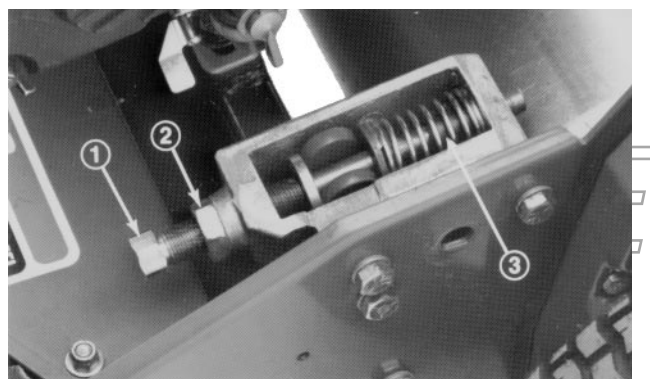
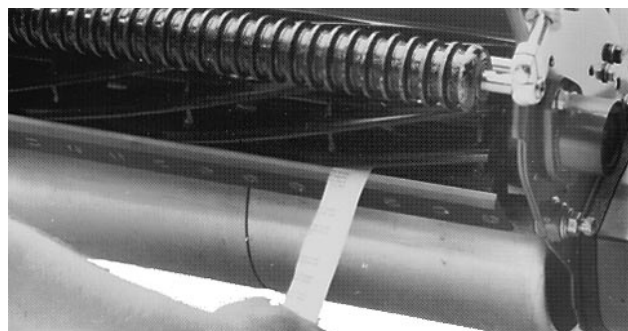

Fig. 4
Fig. 5
7. Aliviar os quatro parafusos do mancal do rolo e o parafuso que fixa a polie falsa. Levantar ou descer o lado direito do conjunto do rolo até que o intervalo seja reduzido para menos de 0,25mm. Apertar os parafusos do mancal do rolo. Ajustar a tensão da correia e apertar o parafuso de montagem da polie falsa (Fig. 4).
1. Colocar a máquina numa superfície de trabalho, nivelada e plana. Assegurar que é eliminado o contacto do carretel, desapertando as porcas retentoras nos parafusos de ajuste da faca da base girando os parafusos de ajuste da direita para a esquerda (Fig. 4).
3. Numa das extremidades do lado da frente do carretel, colocar uma faixa longa de papel de jornal entre o carretel e a faca da base (Fig. 5). Enquanto o carretel está a girar lentamente para a frente, apertar o parafuso de ajuste da faca da base (na mesma extremidade do carretel), um castelo de cada vez, até que o papel seja ligeiramente apanhado quando for colocado pela parte da frente paralelo com a faca da base, o que resulta numa ligeira retenção quando se puxa o papel (Fig. 4).
5. Depois da regulação, verificar para ver se o carretel pode apanhar o papel quando este é colocado pela parte da frente e corta o papel quando este é colocado em ângulo recto em relação à faca da base (Fig. 5). Deve ser possível cortar o papel com o mínimo contacto entre a faca da base e as lâminas do carretel. Se houver retenção excessiva do carretel, será necessário ou retirar material ou voltar a rectificar a unidade de corte para alcançar os gumes aguçados necessários para corte rigoroso (consultar o manual da Toro sobre a técnica de afiar os carretéis).
ADVERTÊNCIA: Actuar com precaução se estiver a retirar a barra da base porque as molas dos parafusos de ajuste (Fig. 4) estão sob tensão e podem soltar-se